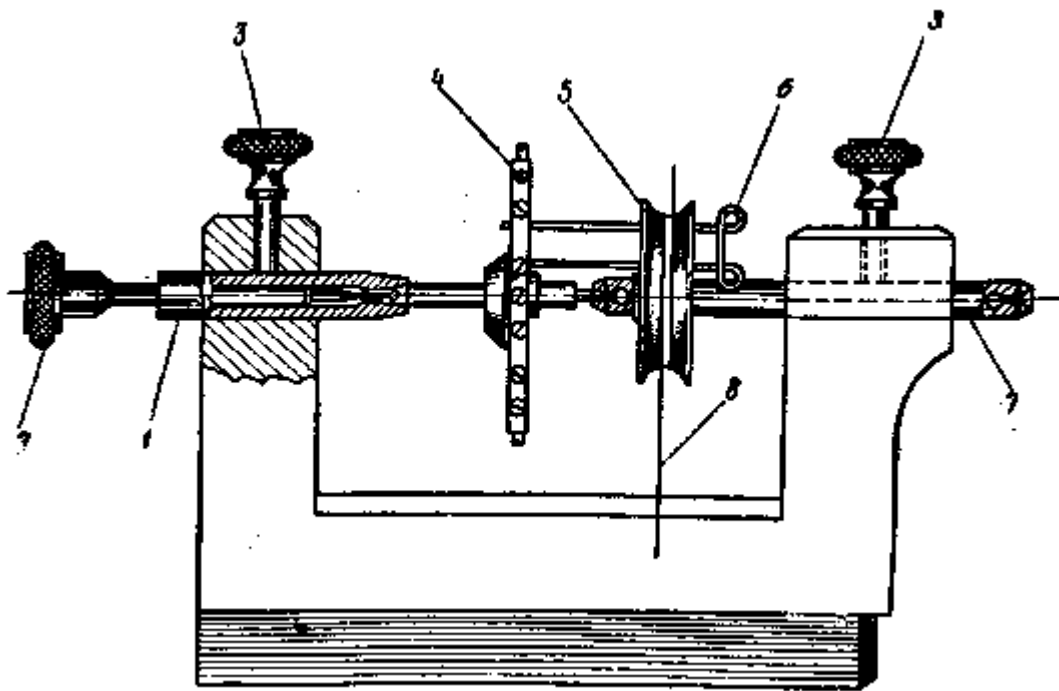

Рис. 97. Машинка для сверления:
**Вставка цапфы.** Под поломкой оси подразумевается чаще всего поломка в балансе или трибе нижней или верхней цапфы или обеих цапф. При отсутствии новой оси или триба можно вставить только цапфу. Ту часть оси или триба, в которую нужно поставить цапфу, вставляют в трубку из красной меди и подогревают до красна для отпуска, затем точильным камнем на месте сверления отверстия для цапфы делают небольшую плоскость. Отверстие сверлят на специальной сверлильной машинке (рис. 97). Деталь в центры машинки должна вставляться сравнительно свободно, но без излишнего качания. Перед сверлением подбирают спицу сверлильной машинки так, чтобы уступ оси слегка входил во внутренний конус.